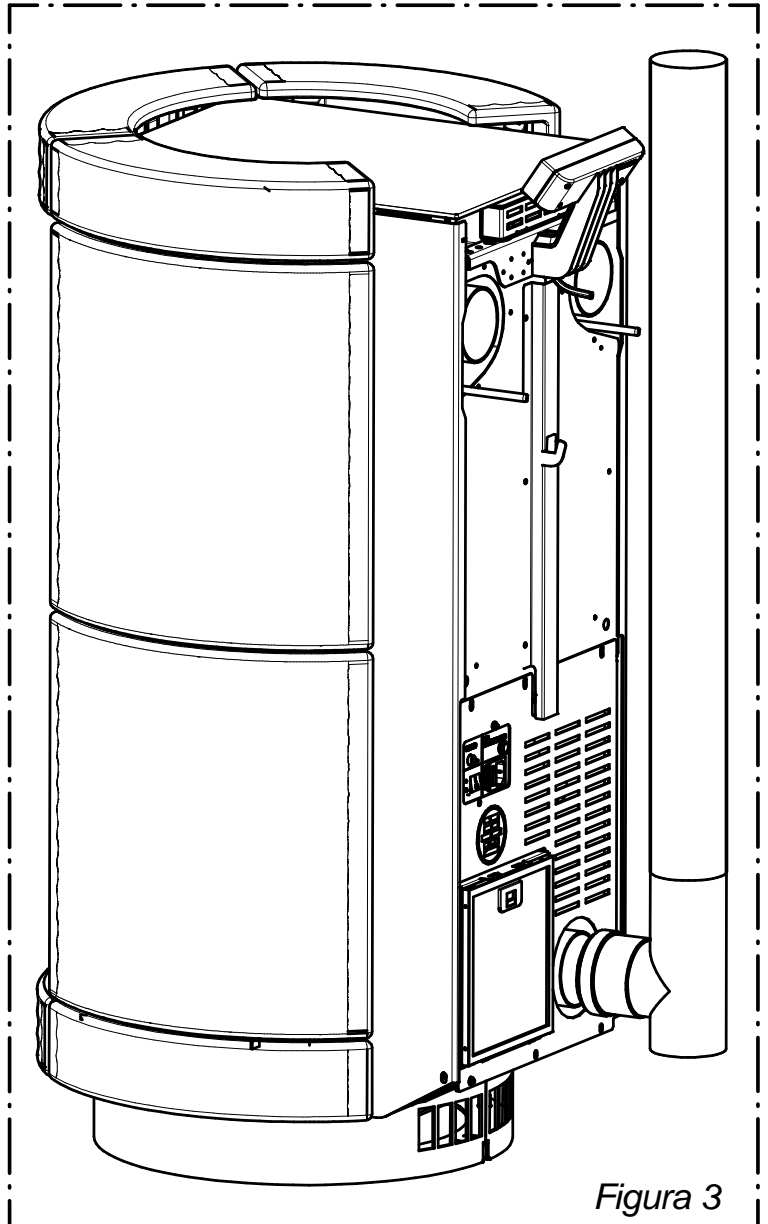

Figura 3
- Dapprima procedere a smontare il supporto B agendo sulle viti A procedendo poi a infilare la ceramica (1↑) nel supporto; per rendere la stessa ben solidale al supporto agire sui fermi indicati. Poi procedere al fissaggio del gruppo appena creato con le viti precedentemente smontate (Figura 2 e Figura 3).